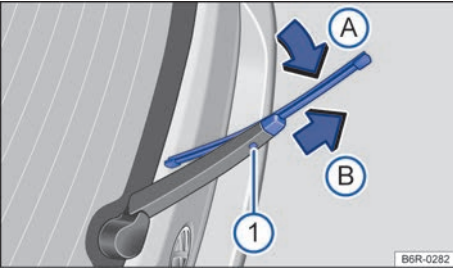

图 162 更换后风窗刮水器刮水片
- 按住分离按钮 ⇒ 图 162 ❶。
- 从刮水器臂上沿箭头 A 的方向翻开刮水片 ⇒ 图 162，同时沿箭头 B 的方向拉出刮水片。可能需用点力方可拉出刮水片。